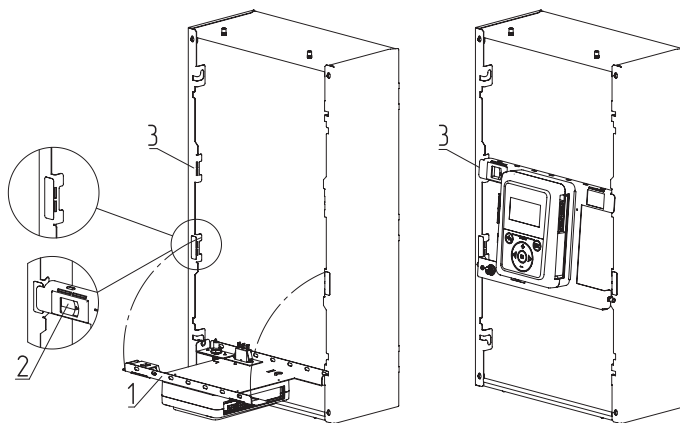

Рис. 13 Откидывание и сервисное положение кронштейна
- Откинуть кронштейн для крепления контроллера (**Рис. 13, поз. 1**);
- Отжать замки-защелки (**Рис. 13, поз. 2**) с двух сторон;
- Имеется возможность сменить положение кронштейна, достав его из пазов и закрепив в соответствующие пазы выше (**Рис. 13, поз. 3**).